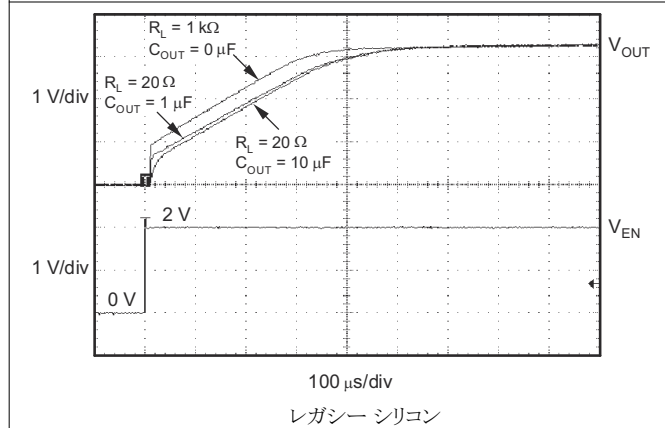

図 5-39. TPS73133 のターンオン応答
イネーブルピン (EN) はアクティブ High であ標準的な TTL-CMOS レベルと互換性があります。 $V_{EN}$  が 0.5V (最大値) 未満になると、レギュレータはオフになり、GND ピンの電流は約 10nA にまで低下します。EN ピンを使用してレギュレータをシャットダウンすると、すべての電荷がパストランジスタのゲートから除去されます。 $V_{EN}$  が 1.7V (最小値) を超えるとレギュレータはオンになり、出力は制御された  $V_{OUT}$  に戻ります (詳細は 図 5-39 を参照)。